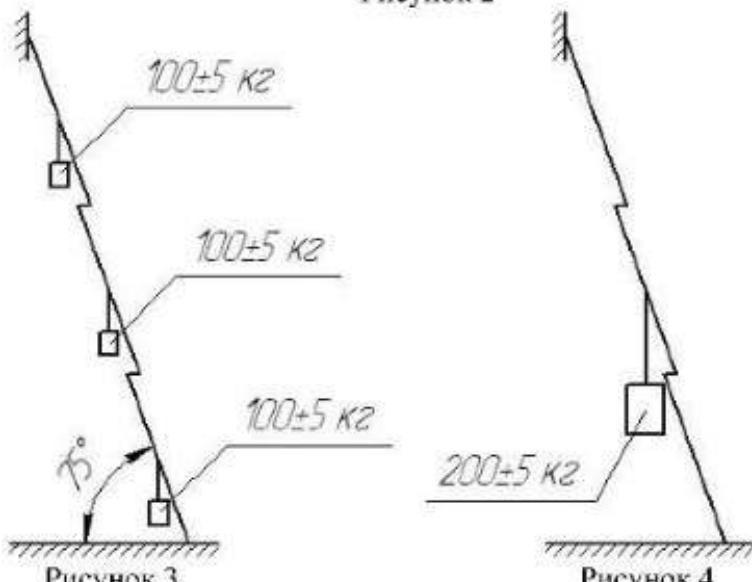

Рисунок 3
- нагружения полностью выдвинутой и установленной под углом 75° к горизонту лестницы посредством подвешивания к ступеньке (по центру) посередине длины каждого колена груза массой 100 ± 5 кг (рисунок 3);